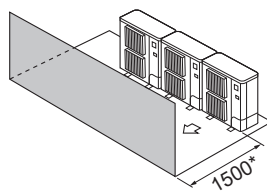

Fig. 2-11
- ③ Кедергілер тек алдыңғы жағында (Fig. 2-11)